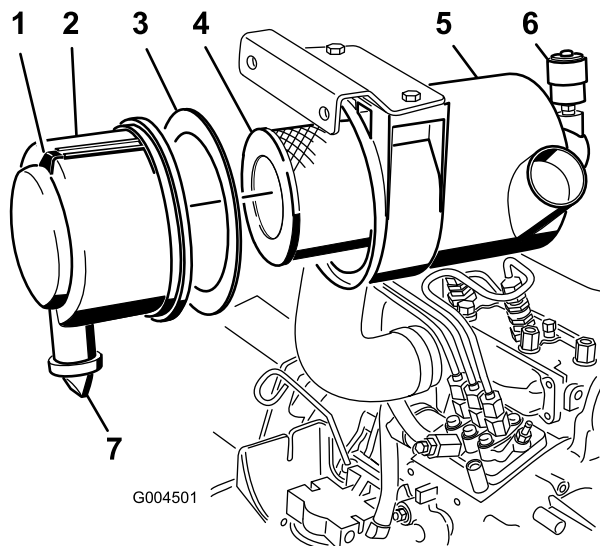

Bild 45
- Warten Sie den Luftfilter, wenn die Luftfilteranzeige rot anzeigt (Bild 45) oder nach jeweils 400 Betriebsstufen (häufiger in sehr staubigen oder schmutzigen Bedingungen). Warten Sie den Luftfilter nicht zu häufig.
1. Ziehen Sie den Riegel nach außen und drehen Sie die Luftfilterabdeckung nach links (Bild 45).
2. Entfernen Sie die Abdeckung vom Luftfiltergehäuse (Bild 45).
4. Entfernen und wechseln Sie den Hauptfilter aus (Bild 45).
6. Stellen Sie sicher, dass die Schaumdichtung in der Abdeckung liegt und nicht gerissen oder beschädigt ist (Bild 45). Ersetzen Sie die Dichtung, wenn sie beschädigt ist.
- A. Nehmen Sie das Gummiauslassventil von der Abdeckung ab (Bild 45).
10. Stellen Sie die Anzeige (Bild 45) zurück, wenn sie auf Rot steht.